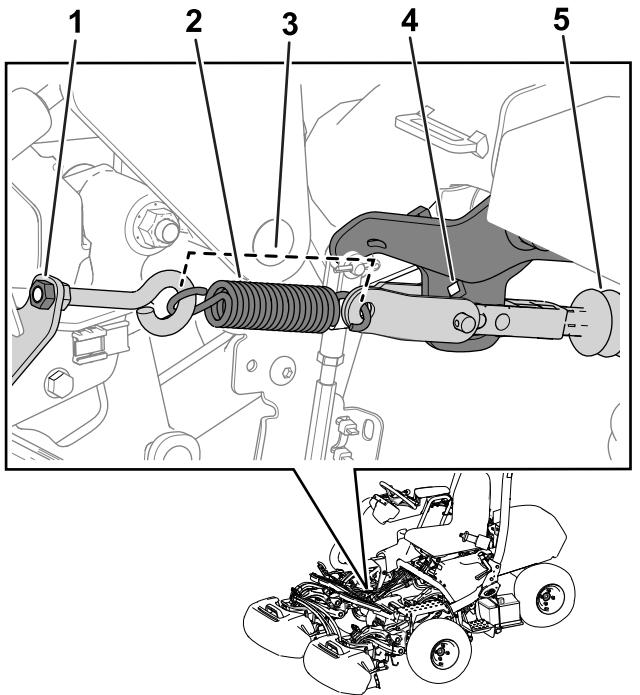

Figure 41
Remarque: Voir la Figure 41 pour cette procédure.
3. Préparez l'opération en serrant l'écrou du boulon à œil afin que le ressort ait une longueur de 11,4 cm quand il est en place (Figure 41).